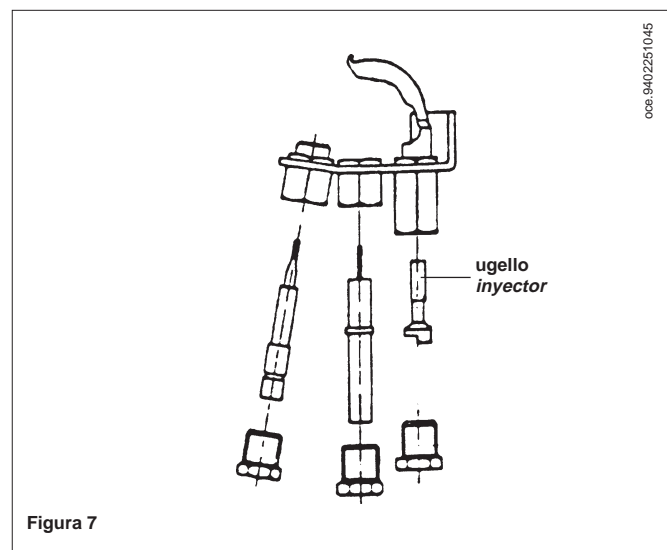

Figura 7
- sostituire l'ugello del bruciatore pilota (figura 7 a pagina 20).